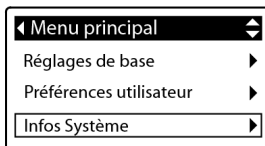

FIG.49
1. Depuis n'importe quel écran d'état séquentiel, appuyez sur **SELECT (O)** pour afficher le **Menu principal**.
2. Appuyez sur **DESCENDRE (▼)** pour parcourir les options du menu jusqu'à ce que l'option **Infos système** soit sélectionnée (Figure 49).